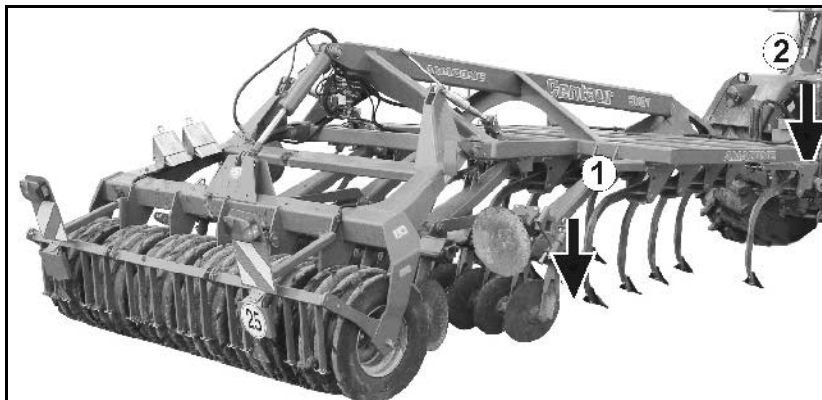

Bild 63
- Sänk maskinen helt (Bild 63/1), vändställning!
3. Sänk traktorns styrarm tills ramen är horisontell (Bild 63/2).